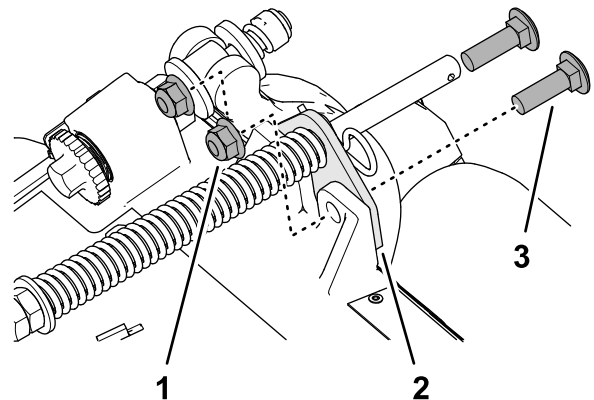

図 17
2. ターフ補正器用ブラケットをカッティングユニットのフレームに固定しているフランジロックナット $\frac{3}{8}$ "2個、キャリッジボルト $\frac{3}{8}$ x $1\frac{1}{4}$ "2本を外す 図 17。